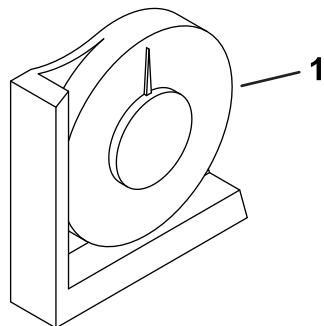

Figura 3
2. Compruebe la nivelación de la máquina colocando el inclinómetro de mano (suministrado con la máquina) sobre el travesaño del bastidor, junto al depósito de combustible (Figura 3).